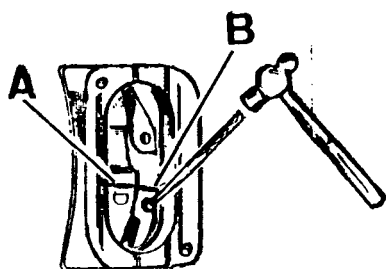

Fig. A3-39 Corrección del desfase en el sincronizado interno de la bomba inyectora
- D) Si al realizar la prueba, C, la marca, A (Fig. A3-38) no coincide con el extremo recto, B (Fig. A3-38), del anillo de sincronización, se desplazará dicho anillo hacia el lado que proceda, empleando un botador y un martillo (Fig. A3-39) hasta conseguir alinear la marca, A (Fig. A3-39) con la parte recta, B, del anillo. Quedando así la bomba inyectora sincronizada y preparada para su montaje sobre el motor.